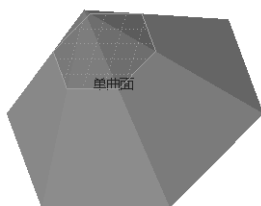

图 5-188 移除曲面后的零件预览
2) 在功能区的“模型”选项卡中单击“编辑”→（移除）按钮，打开“移除曲面”选项卡。移除曲面后的零件的预览，如图 5-188 所示。